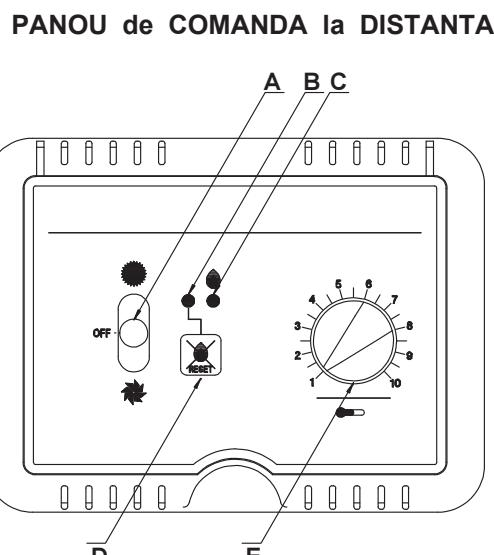

Fig. 43
(Trimiterile la functiunile de la panoul de comanda la distanta -livrat la cerere- sunt date in fig.43.)
In cazul in care functionarea generatorului de aer cald este controlata de panoul de comanda la distanta (fig.43), atunci cand in camera s-a atins temperatura dorita, reglati termostatul de ambient rotind inceat (in sens antiorar) discul de reglare (E) pana cand arzatorul se opreste, indicat de lampa verde (C).